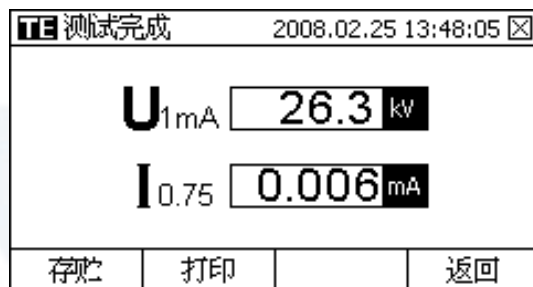

图1.5.3
(3) 几秒钟后，仪器显示测试结果（见图1.5.3），记录测试结果。
(4) 如需打印测试结果，可按【打印】功能按键，打印测试结果（详见P21